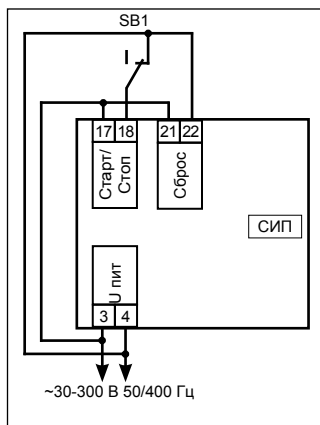

Рисунок 9. Счётчик импульсов СИП УИ. Включение постоянного напряжения на вход «Сброс».
7.1 Только для версии СИП УИ: при включении питания счётчик проверяет, есть ли на входе «Сброс» переменное напряжение 30-300 В (50/400 Гц) (Рисунок 9). При отсутствии такого напряжения на дисплей выводится надпись [arel.ru], затем обозначение типа счётчика [cnt_Fi] (Фискальный) и младшая часть его значения [000000]. Задержка от момента включения до начала счёта — 2 сек. При наличии напряжения на входе «Сброс» на дисплей сразу выводится младшая часть значения фискального счётчика [000000]. В этом случае задержка от момента включения счётчика до начала счёта — 0 сек.